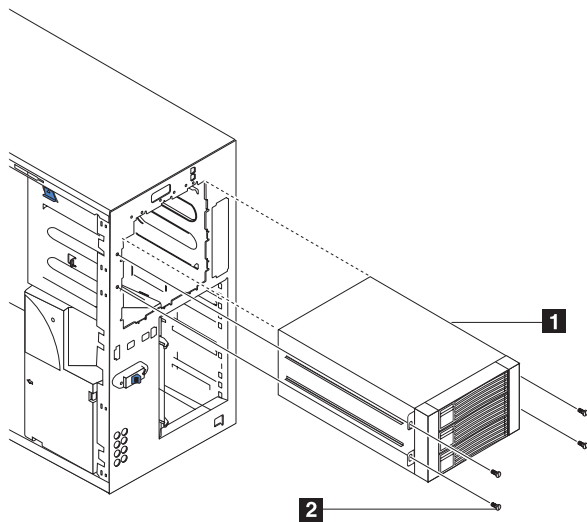
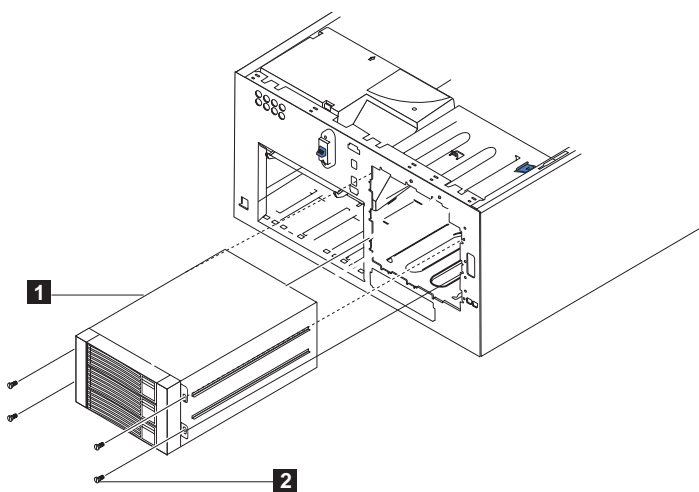

图 79. 连接 3-Pack 扩充件（型号 25T）
图 80. 连接 3-Pack 扩充件（具有机架安装转换功能的型号 25T）
11. 将 3-Pack 扩充件滑入引擎直至其停止，并使用提供的四个螺钉将选件固定到引擎上（参见图 79 或图 80）。
5. 卸下四个将 3-Pack 扩充件固定到机箱的螺钉（有关螺钉的位置，参见第 146 页的图 79）。